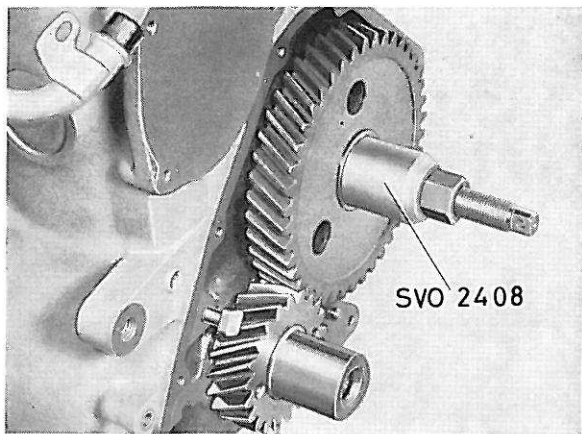
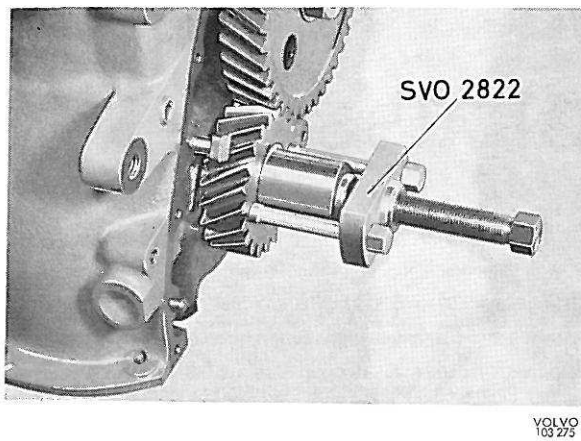
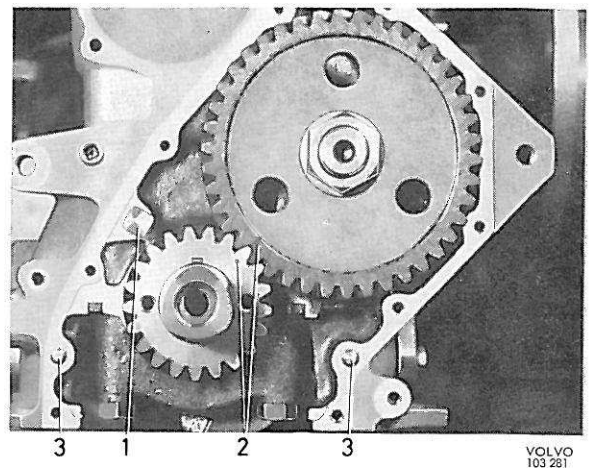

Figure 57. Remontage du pignon d'arbre à cames
Figure 61. Démontage du pignon de vilebrequin, B 30
Figure 63. Repères sur pignons de distribution, B 30
6. Extraire le pignon de vilebrequin avec l'extracteur 2822, voir figure 61. Dévisser et retirer le gicleur d'huile, le nettoyer à l'air comprimé et le remonter comme indiqué sur la figure 63. Les pignons de distribution sont lubrifiés par l'huile envoyée à partir de ce gicleur.
8. Remonter le pignon d'arbre à cames avec l'outil 2408, voir figure 57. La position des pignons de distribution les uns par rapport aux autres est indiquée sur la figure 63. Lorsque les repères de ces pignons se font face, le piston No 6 se trouve au point mort haut, position d'allumage. Ne pas repousser l'arbre à cames en arrière sous peine de détacher la rondelle d'étanchéité se trouvant à son extrémité arrière. Monter l'écrou et le serrer au couple de 130—150 Nm (13 à 15 m. kg). Le jeu en flanc de denture et le jeu axial d'arbre à cames — qui sont déterminés par la douille d'écartement derrière le pignon d'arbre à cames — sont mentionnés dans les "Caractéristiques".